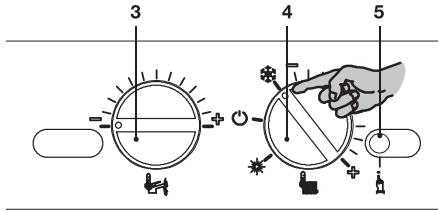
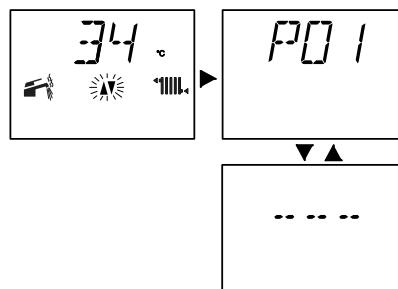
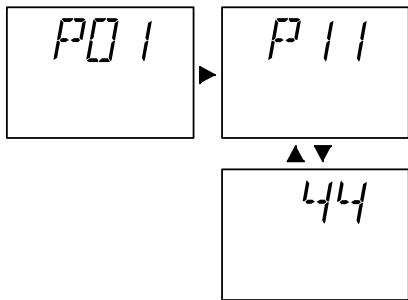

Рисунок 5.45
Рисунок 5.47
Рисунок 5.48
- Прежде чем включить электропитание котла, установите регуляторы 3 и 4 так, как показано на рисунке (см. Рисунок 5.45).
- Чтобы настроить время постциркуляции насоса, войдите в режим программирования, нажав и удерживая в течение 15 с кнопку сброса 5 (см. Рисунок 5.45): на ЖК-дисплее появится параметр P01, загорящийся поочередно с символом --- (см. Рисунок 5.47)
- Нажмите кнопку сброса 5 (Рисунок 5.45) и пролистайте параметры до P11, предназначенного для настройки постциркуляции насоса. На ЖК-дисплее последовательно отобразятся следующие символы (параметр P11 будет загораться поочередно с цифрой 44). (см. Рисунок 5.48)
- Чтобы изменить настройку, поверните регулятор 3 (Рисунок 5.45) и установите его на выбранное время, как показано на следующем рисунке (см. Рисунок 5.49).